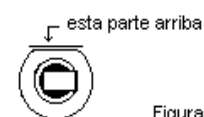

Figura 3.
3. Gire el rodillo **E** en dirección de la flecha, para dejarlo en la posición de la figura 3.